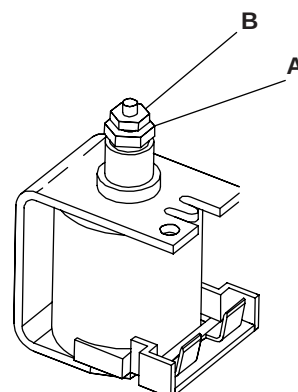

fig. 19
- Raccorder le manomètre comme indiqué sur la figure 19. *
- Modifier si nécessaire cette valeur en tournant l'écrou "A" (fig. 19) dans le sens HORAIRE pour l'augmenter et dans ANTI-HOTAIRE pour diminuer.
Au bait d'environ 120 secondes, la valeur de la pression augmente: vérifier alors sa valeur et si, nécessaire la modifier en tournant l'écrou "B" (fig 19) dans le sens HORAIRE pour l'augmenter et dans ANTI-HOTAIRE pour diminuer.